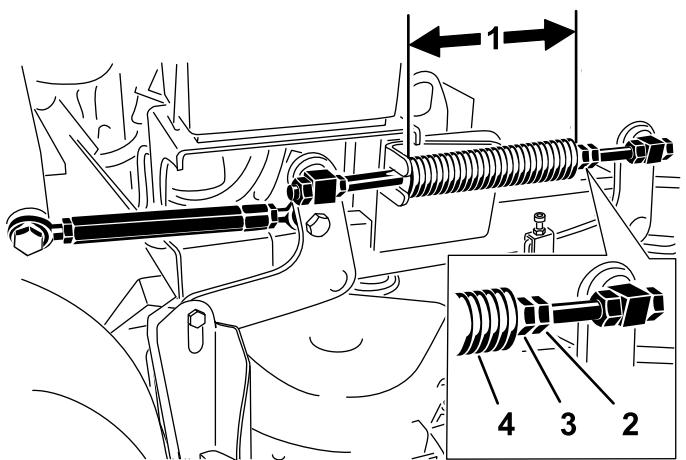

Figura 84
Nota: La lunghezza nominale è di 28,2 cm per piatti di taglio da 91 cm, e di 25,7 cm per piatti di taglio da 102 cm (Figura 84).
3. Regolate questa distanza allentando il controdado per molla e girando il dado davanti ad ogni molla (Figura 84).
4. Bloccate il dado serrando il controdado della molla (Figura 84).